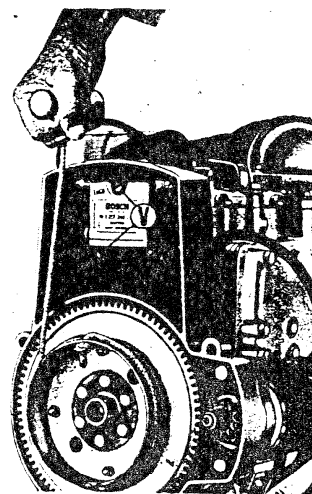

Fig. 15
c) - Empoigner la poignée de la corde dont l'extrémité doit être tenue tangentielle à la poulie (fig. 15) et tirer avec un coup sec. Si le moteur ne démarre pas au premier coup, répéter les opérations données au point « b » et dans ce paragraphe.